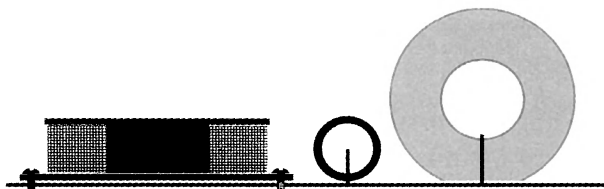

Рис. 5.24. Взаимная ориентация двух катушек индуктивности
*Необходимо разнести в пространстве катушки индуктивности на расстояние, заметно большее их размера, чтобы исключить их взаимное влияние. Если такой возможности нет, катушки необходимо установить так, чтобы их оси были взаимно ортогональны (рис. 5.24).*